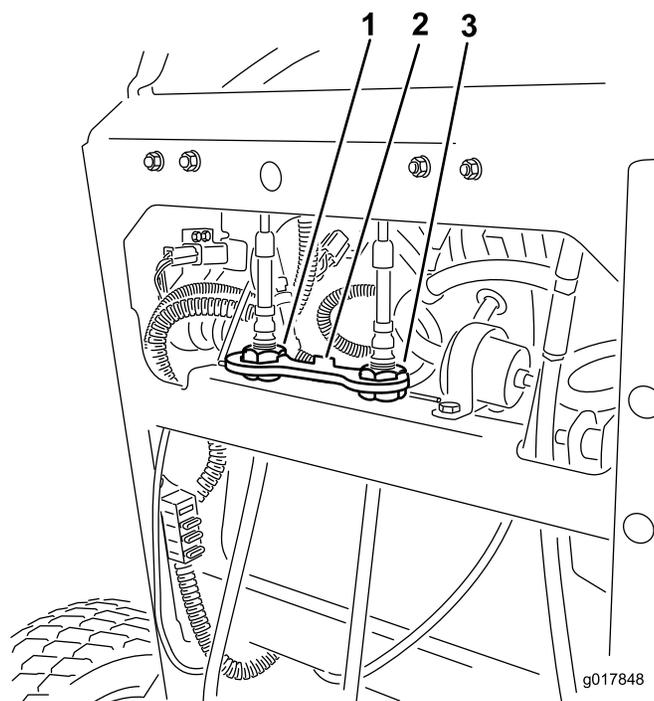

Figura 55
4. Eleve e retire o bloqueio do cabo que prende as porcas de ajuste do cabo (Figura 55).
5. Rode o ajuste do cabo direito para posicionar o controlo de movimento direito na ranhura de bloqueio neutra do centro do painel de controlo (Figura 55).
10. Instale o bloqueio do cabo nas porcas de ajuste do cabo para fixar o ajuste (Figura 55).